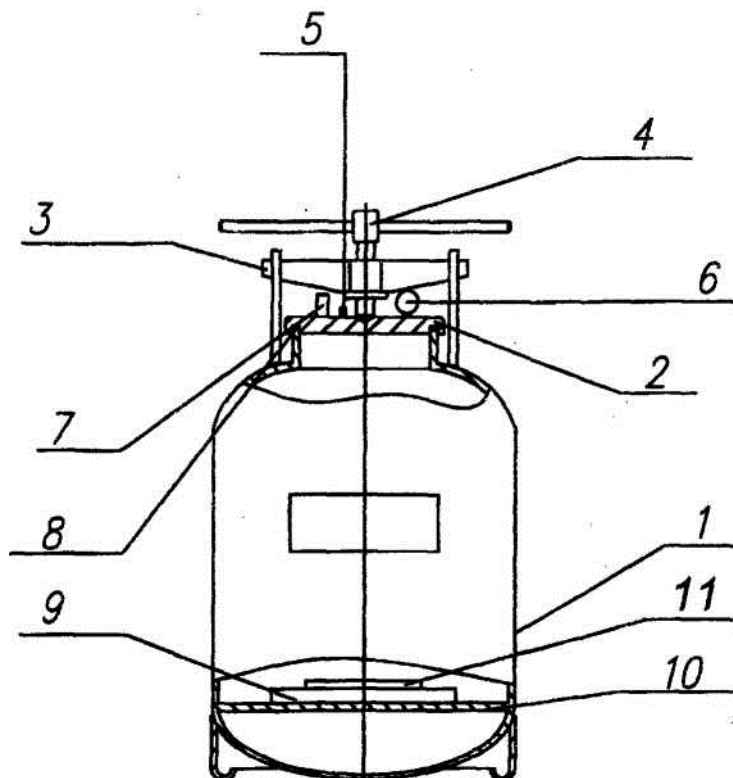

Рис. 1. Устройство установки для стерилизации консервов.
запасная прокладка поз. 11 рисунок 1	- 1 шт,
- не вывинчивать винт 4 зажима крышки 2 (рисунок 1) установки.